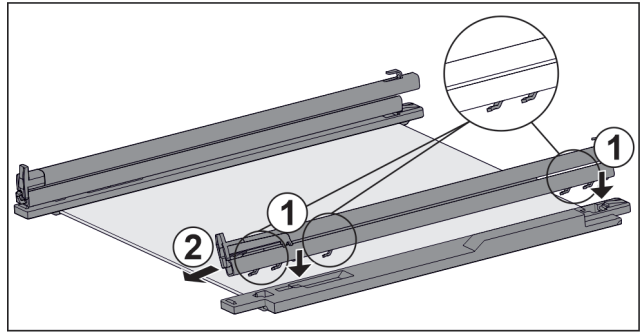

Fig. 202 Üveglap sínekkel és tartóelemekkel
- ▶ A sín horgait tegye fel a **bal** oldali tartóelem nyílásaira. Fig. 202 (1)
- ▶ Húzza előre a sínt. Fig. 202 (2)
- ▶ A sín horgait tegye fel a **jobb** oldali tartóelem nyílásaira. Fig. 202 (1)